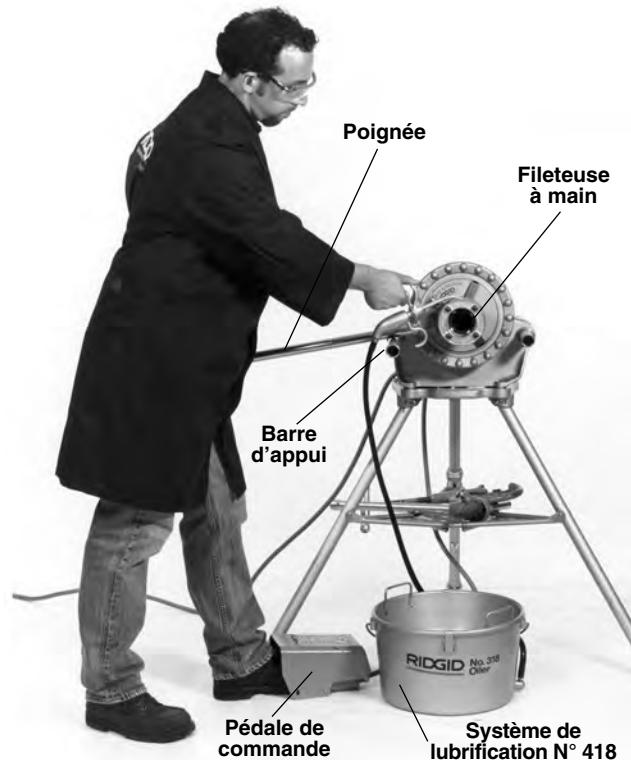

Figure 8 – Filetage à l'aide d'une fileteuse à main
- Positionnez la pédale de commande de manière à pour contrôler l'appareil, ses outils et le tuyau en toute sécurité. Comme indiqué à la (*Figure 8*), la pédale doit permettre à son utilisateur de:
- Tenez-vous en position de travail appropriée (Figure 8). Cela vous permettra de maintenir votre équilibre et de contrôler l'appareil et les outils en toute sécurité.
9. Retirez votre main droite de la tête de filière et lubrifiez copieusement le tuyau d'huile pendant l'opération de filetage (*Figure 8*).